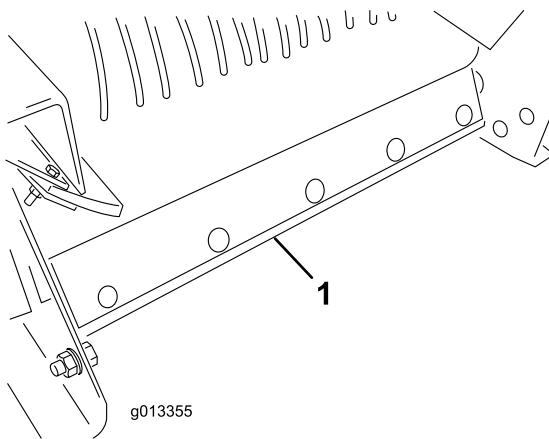

Figure 61
6. Déposez le racleur de nettoyage de la bande à l'arrière de la machine (Figure 61).